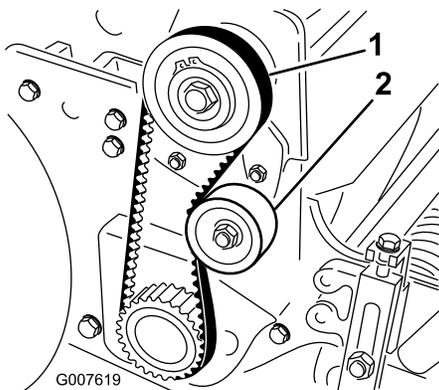

Рисунок 36
2. Проверьте натяжение, приложив к ремню посередине между шкивами (Рисунок 36) усилие 18–22 Н. Ремень должен прогнуться на 6 мм.
будет получено требуемое натяжение (Рисунок 36).